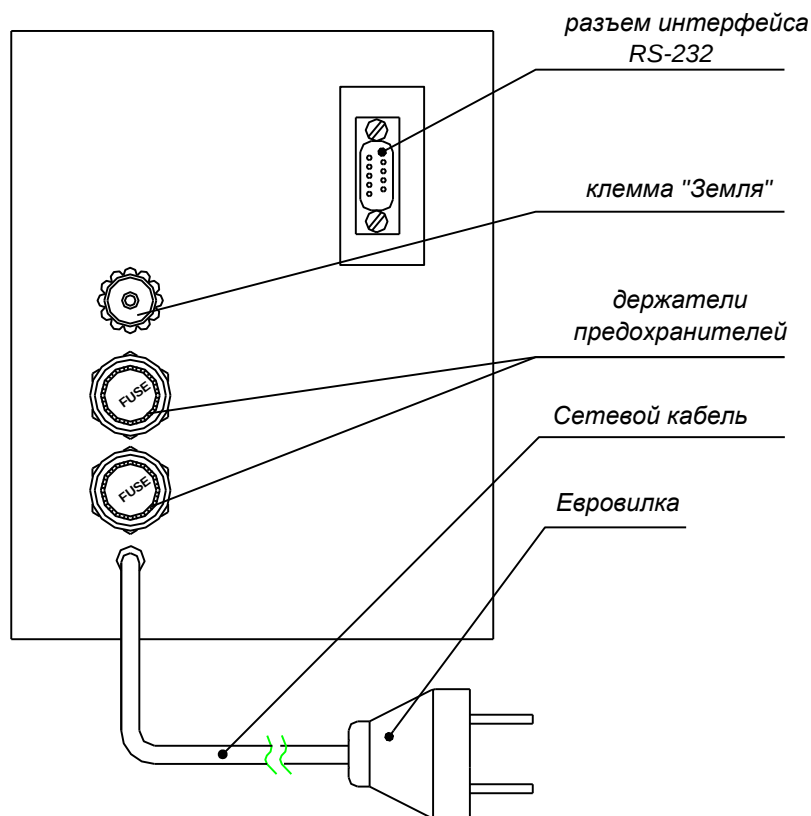

Рисунок 2 – Электронный блок (вид сзади)
- 1) Клемма «Земля» на задней панели аппарата (см. рисунок 2, страница 4) должна быть подключена к внешней заземляющей шине.